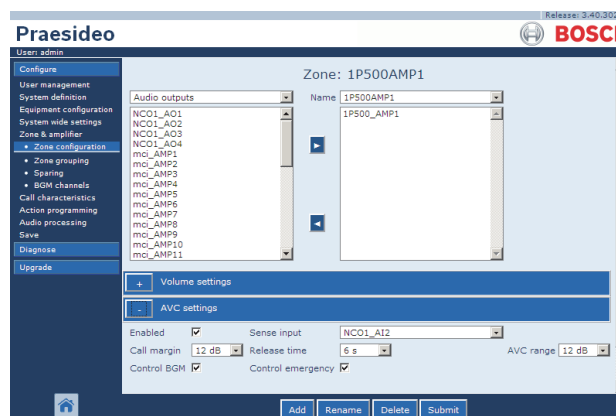

figura 50.1: Definições AVC
É possível vigiar as ligações entre o sistema e os microfones de detecção (consulte a secção 44.3.3). Quando o microfone de detecção de uma zona falhar, todas as chamadas na zona são transmitidas no volume máximo para cumprir as normas de evacuação. Quando o microfone de detecção de uma zona falhar, a atenuação da MF é definida para a gama AVC (consulte a figura 50.1). Para evitar falhas indesejadas na vigilância, certifique-se que:
- 1 Vá para a categoria *AVC settings* da página *Zone Configuration*. Aparece um ecrã semelhante ao da figura 50.1 na moldura principal da interface da Web.